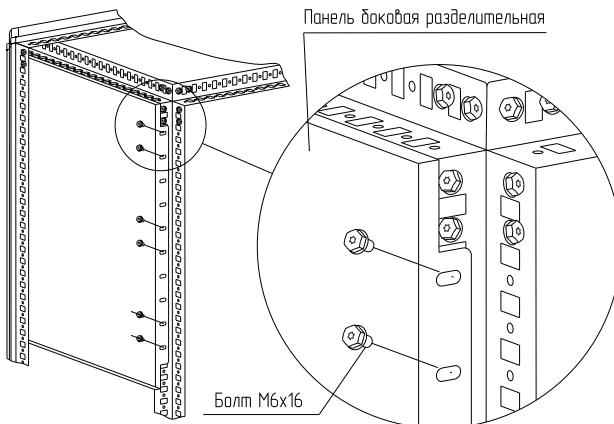

Рисунок 18
4.8.2 Установите панель боковую разделительную между стоек 1 профиля на нужной высоте и закрепите болтами M6x16 (рисунок 18). Момент затяжки – 7 Н·м. Болты приобретаются отдельно.